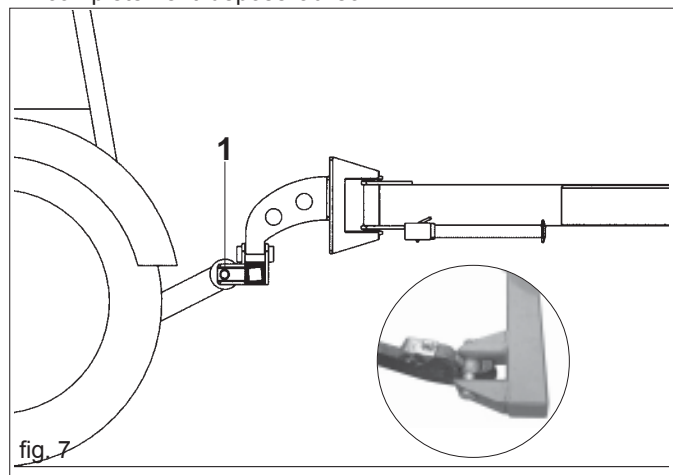

fig. 7
- 1) Accrocher les barres de l'élévateur aux pivots prévus à cet effet (1 Fig. 7). Bloquer par les goupilles à encliquetage.
- 4) Vérifier la longueur des tuyaux de descente des semences: au cours de l'ensemencement, éviter la formation de courbes et de pliages et, par conséquent, de ruptures. Au besoin, adapter les tuyaux en modifiant leur longueur selon (Fig. 7).
- 3) Desserrer et décrocher le premier point et enfin le deuxième (Fig. 7).